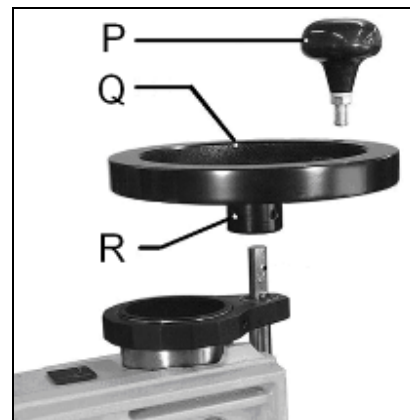

Fig 9
Monter le volant de hauteur (Q, Fig 9) avec deux tiges filetées (R).